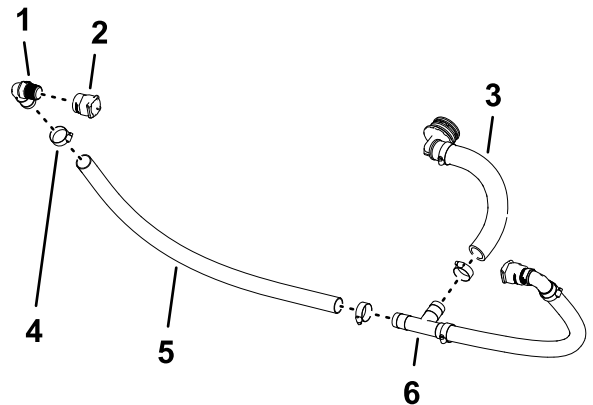

图90
2. 如图90所示将快速连接接头槽——3/4 英寸连接到90° 宝塔接头1 x 3/4 英寸 NPT上。
3. 将90° 宝塔接头1 x 3/4 英寸 NPT连接到软管1 x 26 英寸上并用软管夹具将软管固定到接头上图90。
4. 如图90所示将软管的自由端安装到T形接头上并使用软管夹具将软管固定到接头上。
6. 将90° 宝塔接头和软管组件安装到T形接头并用软管夹具将软管固定到接头上图90。